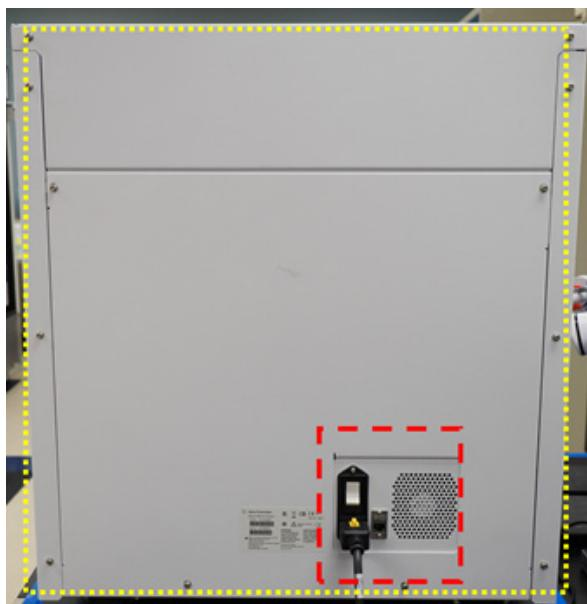

图 30 要擦拭的仪器背面的外表面
- d 仪表外部 – 背面:** 确保将电源线从电源上拔下。用经过 70% 异丙醇弄湿的实验室擦巾，擦拭图 30 中用黄色勾勒出的仪器的背面。用红色勾勒出的区域需要特别注意，因为其中包括后方的电源按钮。